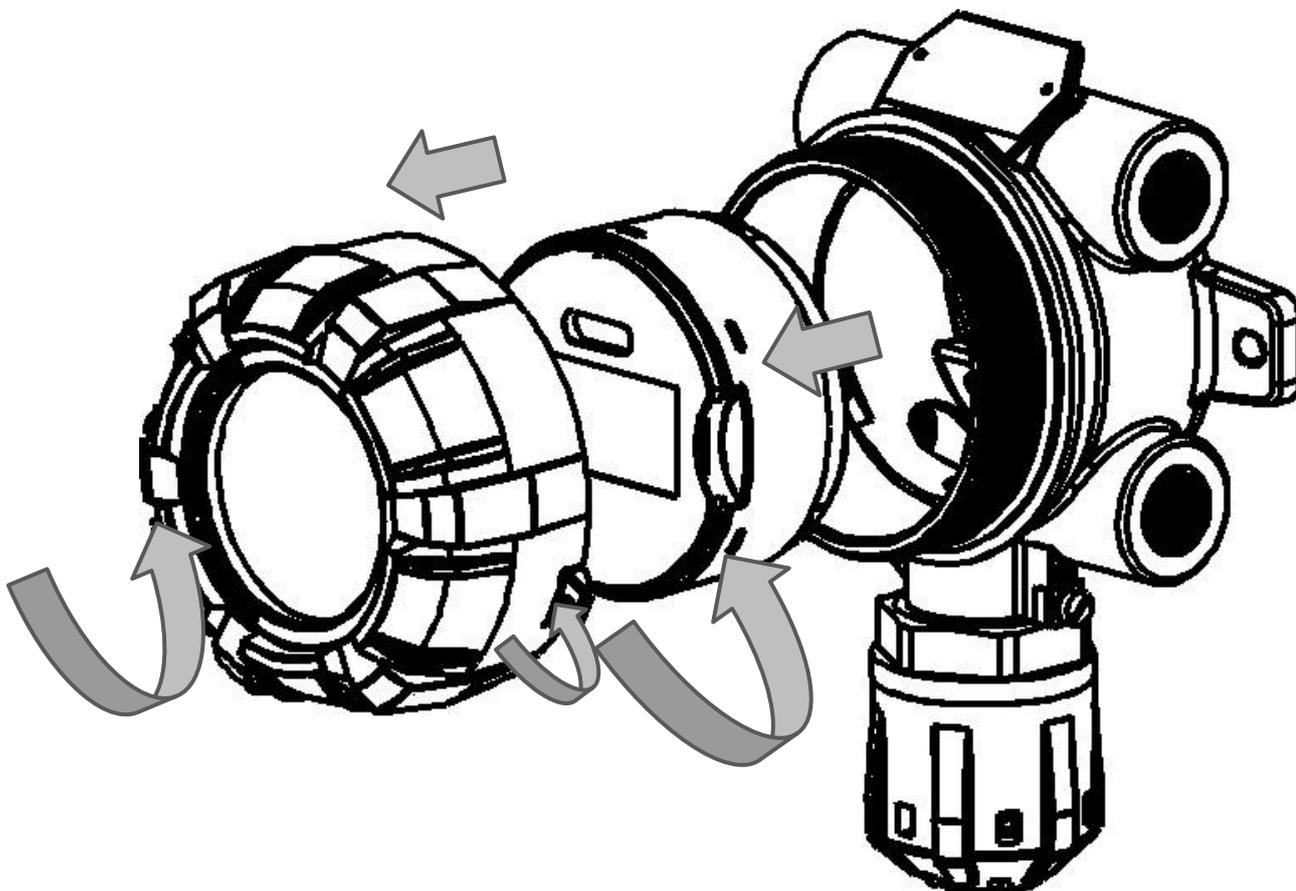

Рисунок 15 - Схема разбора газоанализатора
1) Открутить стопорный винт на верхней крышке газоанализатора (рис. 15). Открутить крышку по резьбе. Снять модуль электронный повернув его против часовой стрелки, затем потянуть на себя. Во время проведения работ избегать попадания влаги в газоанализатор.